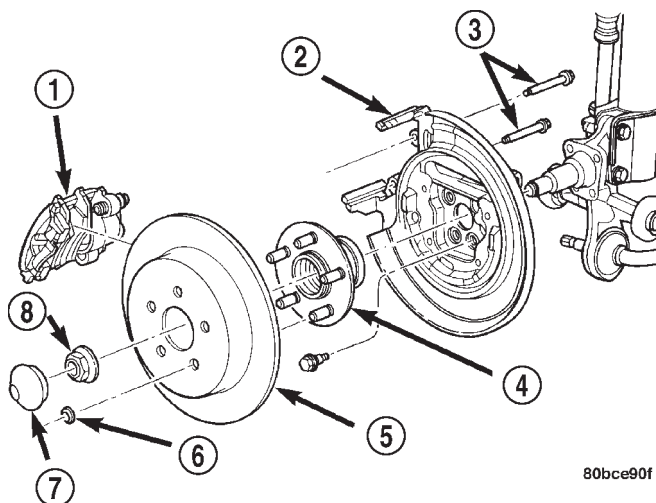
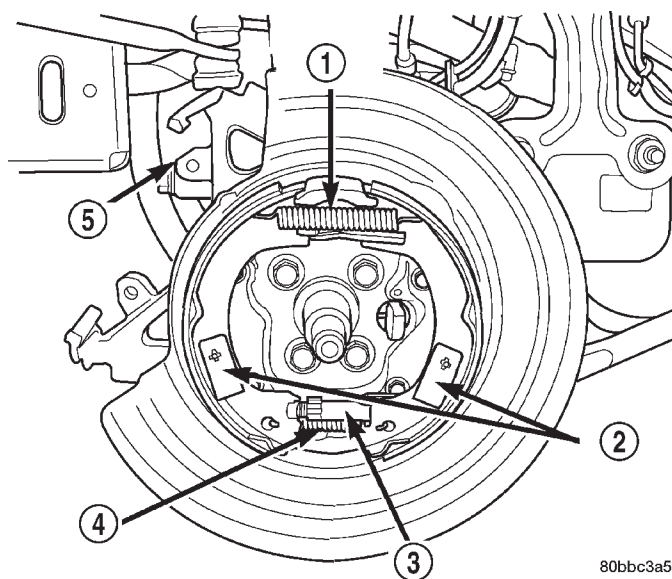
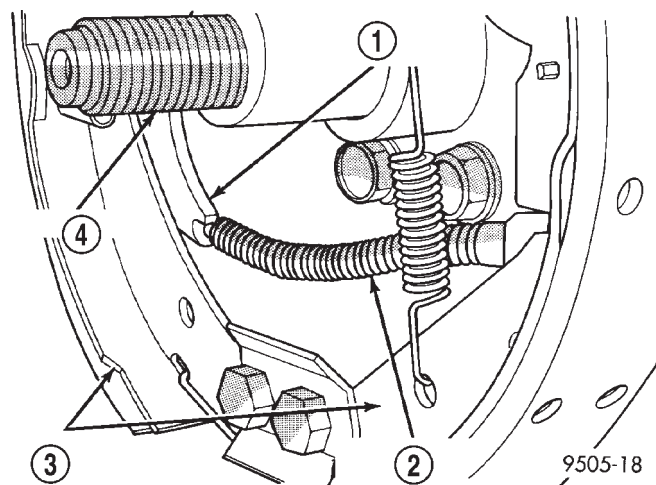
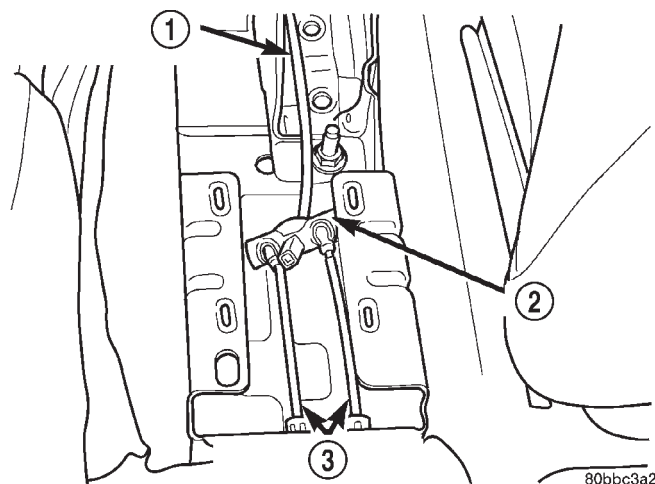

Fig. 29 Frenos de disco traseros
Fig. 30 Zapatas de freno de estacionamiento
Fig. 31 Palanca accionadora
Fig. 37 Cables de freno de estacionamiento en el equilibrador
(12) En los vehículos equipados con frenos de tambor traseros, retire el tambor de freno. (Consulte el grupo 5 - FRENOS/HIDRAULICOS/MECANICOS/DE TAMBOR - DESMONTAJE).
(13) En los vehículos equipados con frenos de disco traseros:
- Retire los pernos de pasador de guía del calibrador de freno de disco, luego el calibrador del adaptador del freno de disco (Fig. 29).
(14) Retire la cubierta guardapolvo de la maza y cojinete traseros.
(15) Retire la tuerca de retención de la maza y el cojinete traseros de la mangueta de la articulación y a continuación retire la maza y el cojinete (Fig. 29).
(16) En los vehículos equipados con frenos de disco traseros, retire el muelle de retroceso superior, ambos collarines de retención de zapata y a continuación separe las zapatas del freno de estacionamiento trasero en la parte superior, lo suficiente para liberar el anclaje de las zapatas y retire las zapatas de freno de estacionamiento como un conjunto del adaptador del freno de disco (Fig. 30).
(17) Para retirar el cable del freno de estacionamiento trasero de la placa de apoyo del freno en los vehículos equipados con frenos de tambor traseros:
- Retire el cable del freno de estacionamiento de la palanca de accionamiento del freno de estacionamiento (Fig. 31).
(4) En los vehículos equipados con frenos de tambor traseros:
- Instale el cable del freno de estacionamiento en la palanca de accionamiento del cable de freno de estacionamiento (Fig. 31).
- Instale los conjuntos de zapatas de freno de estacionamiento en el adaptador de freno de disco (Fig. 30).
(6) Instale la maza y el cojinete en la mangueta trasera. Instale una tuerca de retención de maza y cojinete nueva. Apriete la tuerca de retención con una torsión de 217 N·m (160 lbs. pie).
(7) Instale la cubierta guardapolvo de la maza y cojinete.
(8) En los vehículos equipados con frenos de tambor, instale el tambor de freno trasero.
(9) En los vehículos equipados con frenos de disco traseros, instale el rotor de freno, luego el calibrador de freno de disco. (Consulte el grupo 5 - FRENOS/HIDRAULICOS/MECANICOS/ROTORES - INSTALACION) (Fig. 29). Instale los dos pernos de pasador de guía del calibrador, luego apriételas con una torsión de 22 N·m (192 lbs. pulg.).
(10) Instale el conjunto de llanta y neumático trasero. (Consulte el grupo 22 - NEUMATICOS/LLANTAS - INSTALACION). Apriete todas las tuercas de rueda con una torsión de 135 N·m (100 lbs. pie).
(11) Baje el vehículo.
(12) Asegúrese de que la virola sellante del cable que ha sido instalada desde la parte inferior del vehículo está completamente encajada dentro de la plancha del suelo.
(13) Encamine el cable del freno de estacionamiento por debajo de la alfombra, hasta el soporte de retención del cable del freno de estacionamiento en la plancha del suelo de la carrocería. Instale el cable del freno de estacionamiento a través del soporte de retención. Empuje hacia adentro el cable hasta que las garras de retención del retenedor del cable se bloqueen en su sitio.
(14) Instale los cables del freno de estacionamiento trasero en el equilibrador en el cable de salida de la palanca de freno de estacionamiento (Fig. 37).
(15) Asegúrese de que los cables de freno de estacionamiento estén correctamente instalados en el equilibrador y alineados con la corredera de cable en la palanca del freno de estacionamiento.
(6) Retire ambos cables de freno de estacionamiento trasero del equilibrador de cable de freno de estacionamiento (Fig. 37).
(3) Instale ambos cables de freno de estacionamiento trasero en el equilibrador en el cable de salida de la palanca de freno de estacionamiento (Fig. 37).
(4) Asegúrese de que los cables del freno de estacionamiento estén correctamente instalados en el equilibrador y alineados con la corredera de cable en la palanca del freno de estacionamiento.